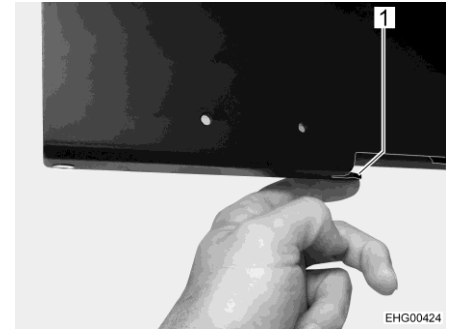

Bild 96 Låsa upp svängmekanismen
- För att vrida den platta bildskärmen till önskat läge: Tryck på den svarta spaken (Bild 96,1) nedtill på utdragsplattan och vinkla den platta bildskärmen.